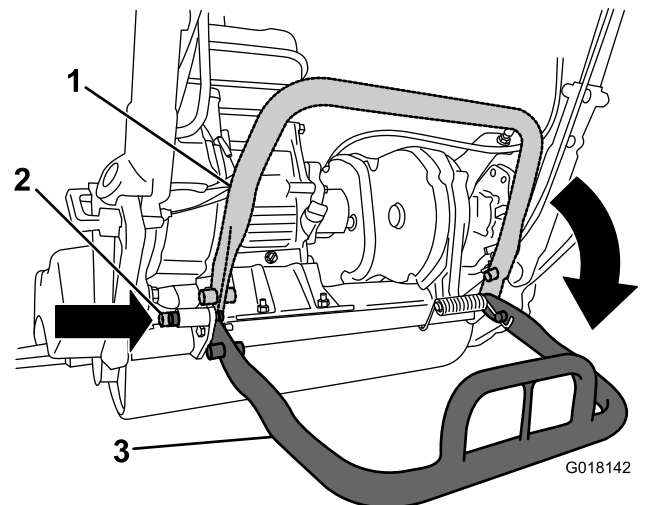

Bild 5
2. Senken Sie den Ständer ab und drücken Sie den Arretierbolzen ein, um den Ständer in der Wartungsstellung zu arretieren (Bild 5). Die Maschine sollte auf dem Arretierbolzen aufliegen.